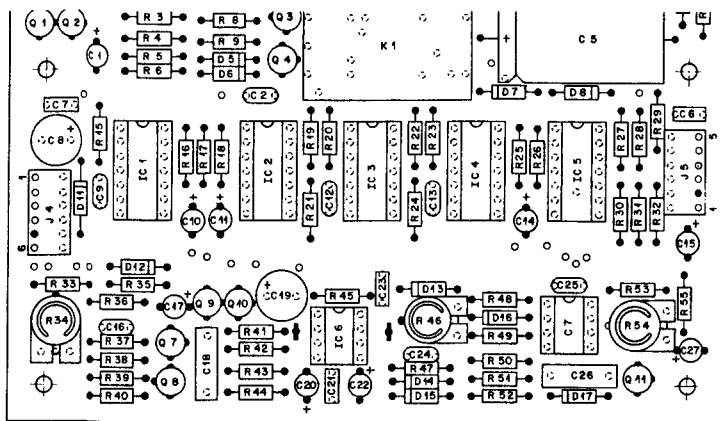

Fig. 6.1
- Am "heissen Pol" des Vorschubmotors AC-Voltmeter (Bereich 5 V) anschliessen, z.B. an R37 (siehe Fig. 6.1);
- Connect AC voltmeter (5 V range to the "hot end" of the carriage motor) (e.g. R37, fig. 6.1).
- Branchez le voltmètre à courant alternatif (gamme 5 V) au "pôle chaud" du servo-moteur, par exemple à R37 (fig. 6.1).